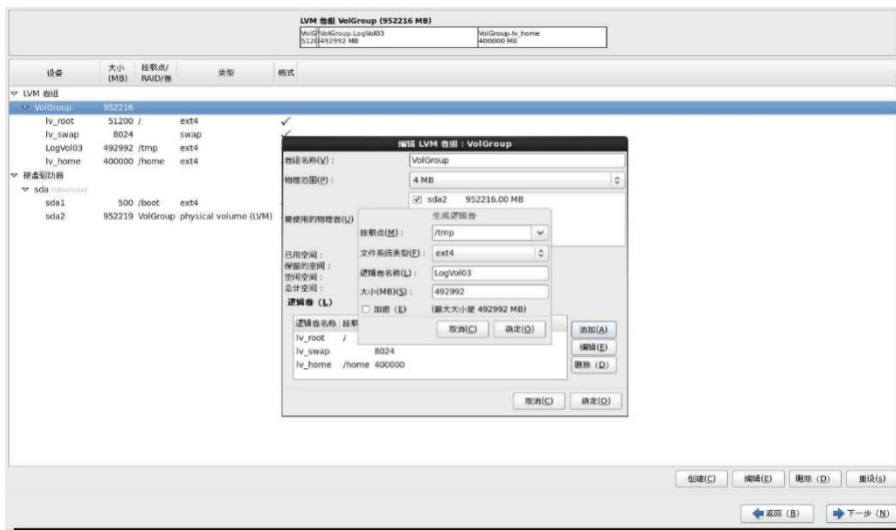

图 6-61
- v. 准备好后，单击继续，系统进入安装过程，请耐心等待安装完成。如图 6-61 所示。